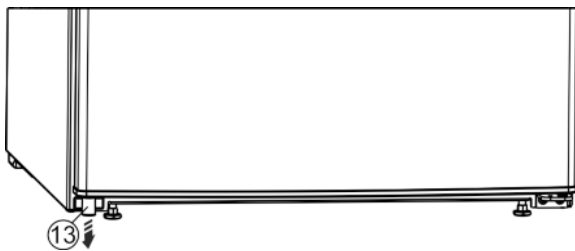

Fig. 4
- ▶ Извлеките из двери распорную деталь Fig. 4 (13) внизу слева.